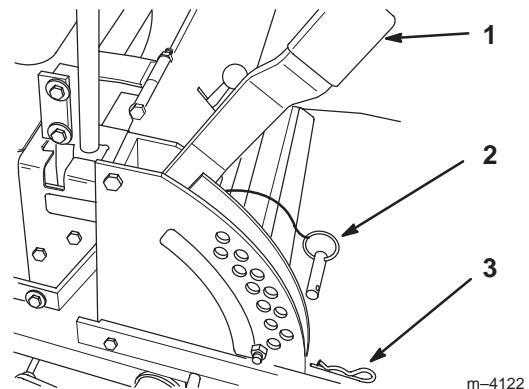

Figure 18
1. Relevez le levier de sélection de hauteur de coupe en position de transport (qui correspond aussi à la hauteur de coupe de 114 mm (4-1/2 pouces)) (Fig. 18).
2. Pour changer de hauteur de coupe, retirez la goupille fendue et l'axe de chape du support de hauteur de coupe (Fig. 18).
3. Placez l'axe de chape dans le trou du support correspondant à la hauteur de coupe voulue (Fig. 18).
4. Fixez l'axe de chape avec la goupille fendue (Fig. 18).